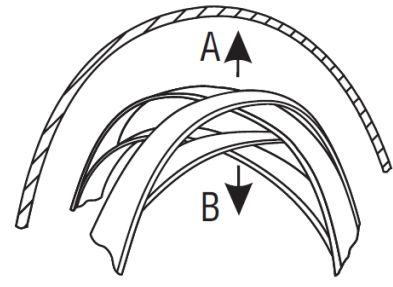

Figure 2 Casque de protection
6. Pousser la sangle supérieure de la couronne de la suspension vers la couronne du casque de protection, comme indiqué par la flèche A sur la Figure 2.
**REMARQUE** : La sangle inférieure de la couronne de la suspension se déplace alors comme le montre la flèche B sur la Figure 2.